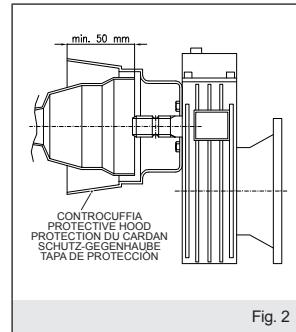

Fig. 2
- a) la controcuffia di protezione (fig.2) sia presente integra e ben fissata. La controcuffia deve coprire la protezione del giunto cardanico per almeno 50mm e deve impedire il contatto accidentale delle mani con organi in movimento.
- a) the protective hood (fig.2) is attached, in good order and properly anchored. The hood must cover the P.T.O. guard by at least 50mm and must prevent accidental hand contact with moving parts.
- a) la contre-coiffe de protection (fig. 2) est présente, intégrée et bien fixée. La contre-coiffe doit couvrir la protection du joint de cardan sur au moins 50 mm et doit empêcher le contact accidentel des mains avec les organes en mouvement;
- die Schutz-Gegenhaube (Abb.2) in unversehrtem und gut befestigten Zustand vorhanden ist. Die Gegenhaube muss den Schutz des Kardangelenks über mindestens 50 mm abdecken und den unbeabsichtigten Kontakt der Hände mit in Bewegung befindlichen Elementen verhindern,
- los tres puntos de anclaje (fig.2) previstos estén perfectamente fijados y bloqueados con las piezas en equipamiento. Un anclaje no correcto provoca el vuelco de la máquina con grave peligro para el operador.